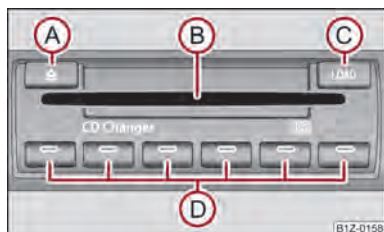

Fig. 115 Magazia de CD-uri
- Apăsați scurt pe tasta **C** ⇒ fig. 115 și introduceți CD-ul (Compact Disc) în aparat **B**. CD-ul va fi depozitat automat pe prima poziție liberă din magazia de CD-uri. Ledul din tasta respectivă **D** va înceta să clipească.